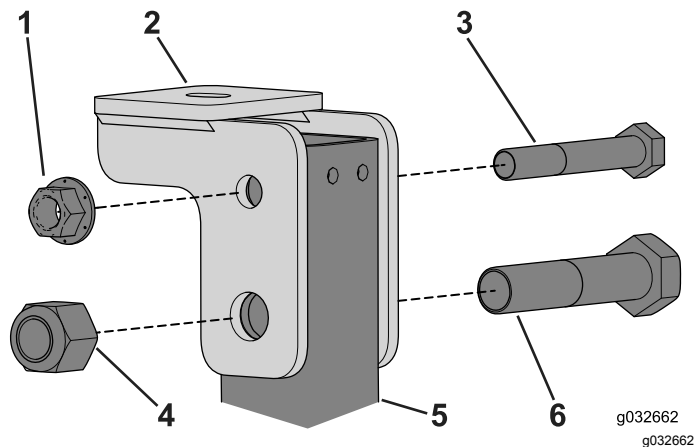

Figure 71
2. Fixez légèrement le support de la cabine de chaque côté du tube du système ROPS à l'aide des boulons ($\frac{1}{2}$ " x $\frac{3}{4}$ ") et ($\frac{3}{4}$ " x $3\frac{1}{2}$ ") (Figure 71).
6. Serrez les boulons et écrous qui fixent les supports de la cabine aux montants du système de protection antiretour (ROPS) (Figure 71).